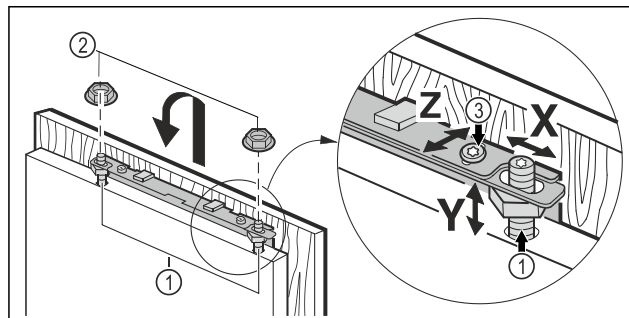

Fig. 45
- Uzkariniet mēbeles durvis uz regulējošām skrūvēm Fig. 45 (1) un vaļīgi uzskrūvējiet pretuzgriežņus Fig. 45 (2) uz regulējošām skrūvēm.
- Nolīmeņojiet mēbeles durvis augstumā **Y** un sānu slīpumā: Iestatiet regulējošās skrūves Fig. 45 (1) ar skrūvgriezi.
- Pievelciet pretuzgriežņus Fig. 45 (3).